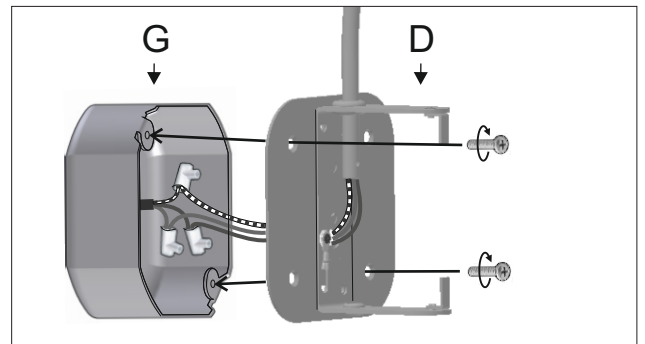

Figure 4
4 - Insert the electrical cable through the central hole of the mounting bracket (D). Make the connections inside of the junction box (G) and attach the back plate to the junction box. Figure 4
4 - Pasar el cable eléctrico de la red por el agujero central de la sujeción (D). Realizar las conexiones eléctricas y fijar la sujeción a la caja de conexiones (G). Figure 4.